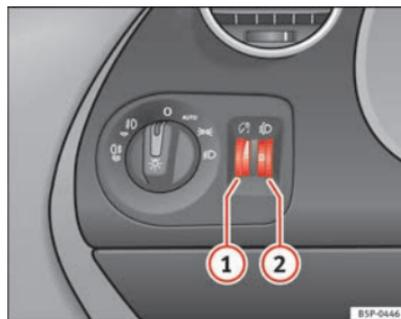

Fig. 73 Plancia portastrumenti: regolatori dell'intensità di illuminazione degli strumenti e degli interruttori e regolatore assetto fari
Quando le luci sono accese è possibile regolare l'intensità di illuminazione degli strumenti e degli interruttori servendosi della rotella zigrinata ⇒ fig. 73 ①.